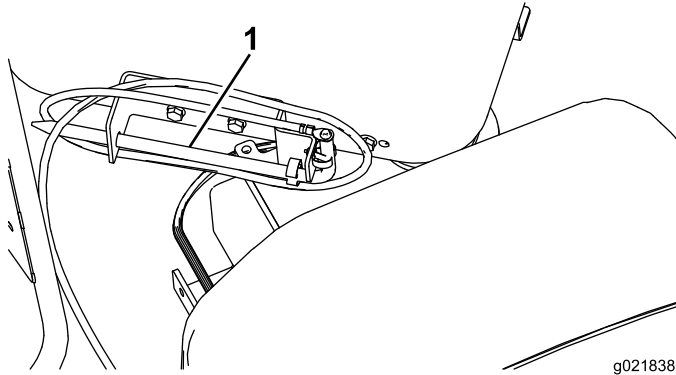

Bild 66
8. Verstauen Sie den Erdungsstab in der Halterung an der Bedienerplattform, siehe Bild 66.